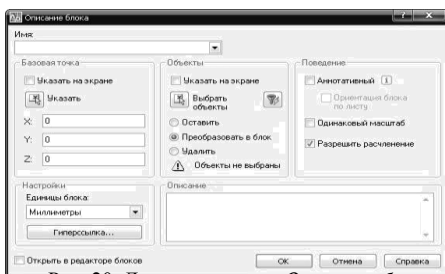

Рис. 20. Диалоговое окно *Описание блока*
1. Выбрать команду **Создать блок**. При этом открывается диалоговое окно **Описание блока**, с помощью которого формируется блок из существующих примитивов (рис. 20).